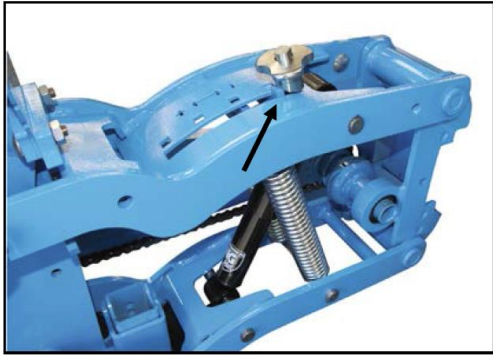

Fig. 1
3. Sprężyna dociskowa (fig. 1).
Sprężyna dociskowa służy do szybkiego ustawienia docisku do gleby sekcji wysiewającej. Ustawienie sprężyn dociskowych odbywa się za pomocą dźwigni regulacyjnej z pokrętkiem, wykonanej ze stali (fig. 1).